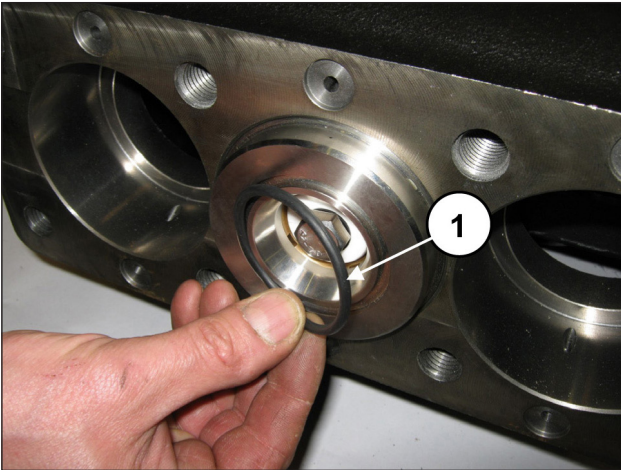
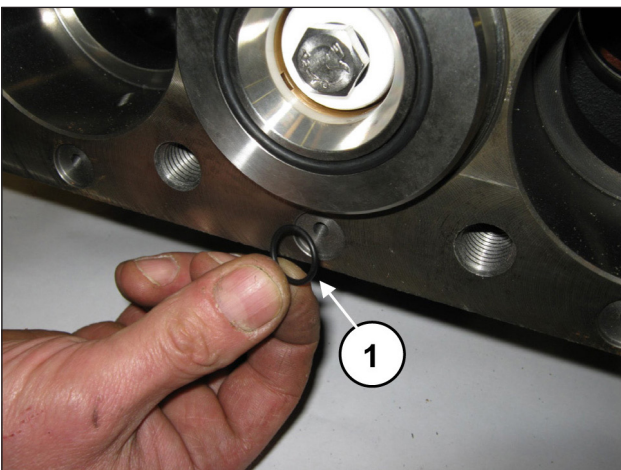

Abb. 187
Abb. 188
Setzen Sie den frontseitigen O-Ring der Buchse ein (Pos. ①, Abb. 187) und den O-Ring an der Umlaufbohrung (Pos. ①, Abb. 188).